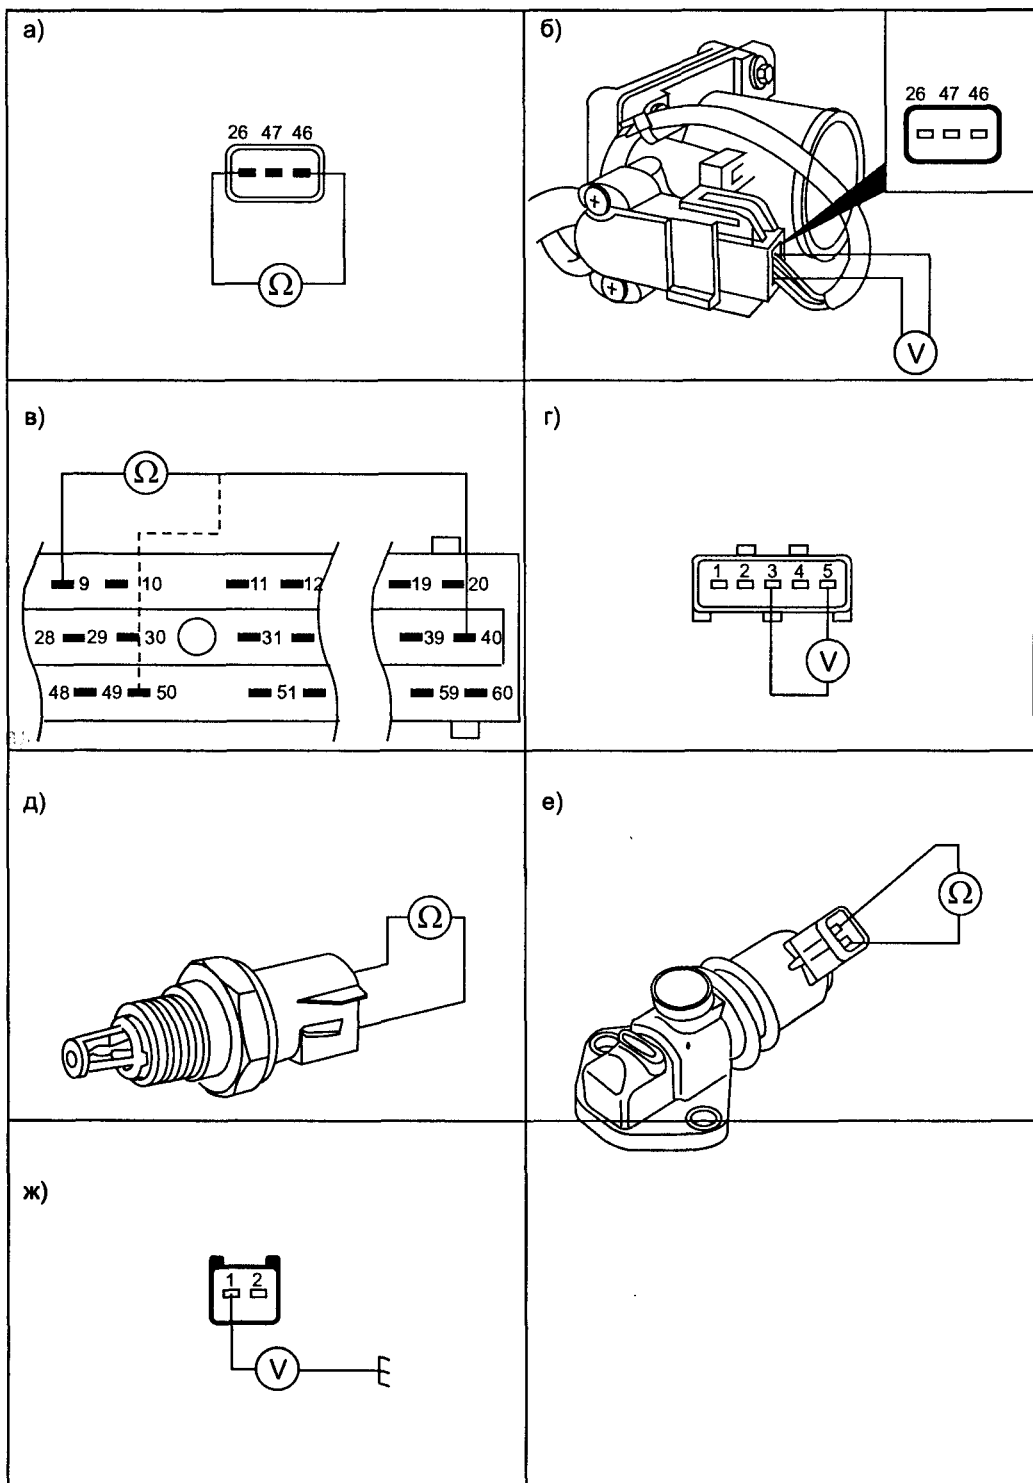

Рис. 2.5.7. Впускная система
- отсоединяют разъем датчика TP и проверяют сопротивление между контактами 26 и 46 датчика TP (см. рис. 2.5.7а), его величина должна быть в пределах 4000...6000 Ом. Если есть отклонения от нормы, датчик заменяют;
- подключают разъем датчика TP на место и, включив зажигание, проверяют напряжение между соответствующими контактами TP в различных положения дроссельной заслонки (см. рис. 2.5.7б и табл. 2.5.3). При перемещении дроссельной заслонки напряжение должно изменяться плавно без провалов, если этого не происходит, заменяют датчик TP.
- отсоединяют разъем блока ЕСМ и измеряют сопротивление на разъеме жгута, его величина между контактами 9 и 40 должна быть не более 2,5 Ом, а между контактами 9 и 50 в пределах 500...5500 Ом, если показания отличаются, проверяют жгут или заменяют датчик MAF (см. рис. 2.5.7в);
- присоединяют разъем блока ЕСМ на место, отсоединяют разъем датчика MAF и, включив зажигание, проверяют питание на контактах 3 и 5 разъема жгута проводки (см. рис. 2.5.7г), там должно быть около 12 В. Если питания нет, проверяют предохранители F4, F9, реле K46, замок зажигания и соответствующие соединения.
- отсоединяют разъем клапана IAC и измеряют сопротивление между контактами 1 и 2, его величина должна быть в пределах 6...14 Ом (см. рис. 2.5.7е), если нет — заменить клапан;
- включив зажигание, проверить питание на контакте «1» жгута проводки (см. рис. 2.5.7ж), должно быть около 12 В, если нет — проверить предохранители F4, F9, реле K46, замок зажигания и соответствующие соединения.